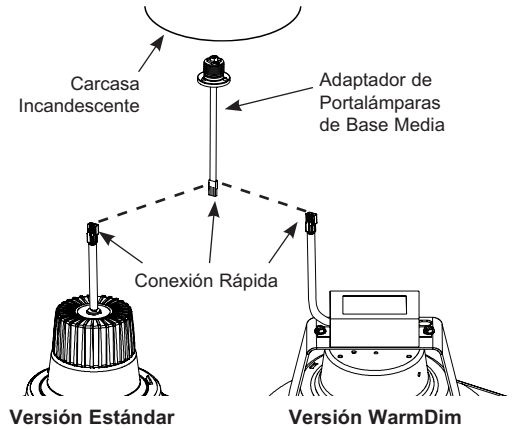

Figura 3
Paso 3. La instalación en carcasas ya existentes con portalámparas de base media: Enrosque el adaptador de portalámparas de base media en el portalámparas, en la carcasa empotrada. Enchufe el conector proporcionado en el borde al conector de acoplamiento en el adaptador de portalámparas presionando firmemente para asegurar que los conectores estén bien sujetos (Figura 3).